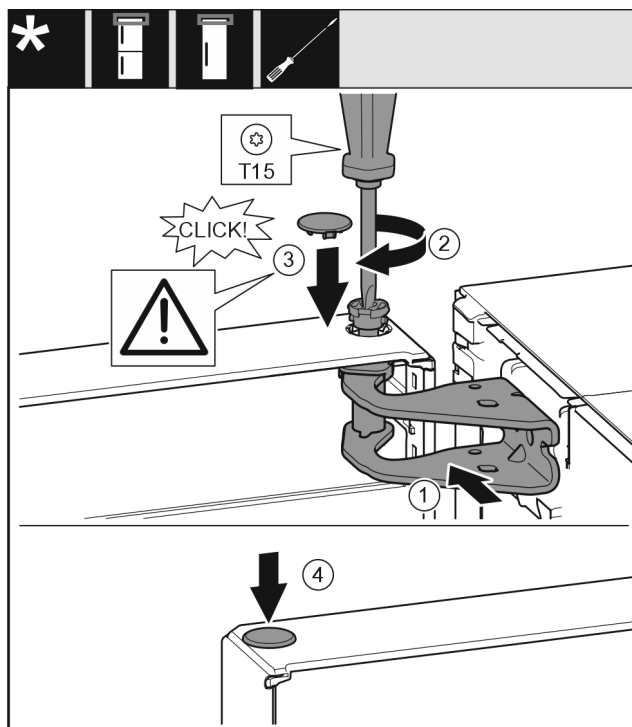

Fig. 56
- Dveře nahoře vyrovnejte s otvorem ve stojanu ložiska Fig. 56 (1).
- Vložte čep Fig. 56 (2) a pevně jej utáhněte šroubovákem.
- Nasadte kryt Fig. 56 (3).
- Zkontrolujte, zda kryt Fig. 56 (3) doléhá na dveře.
- Nasadte kryt Fig. 56 (4).